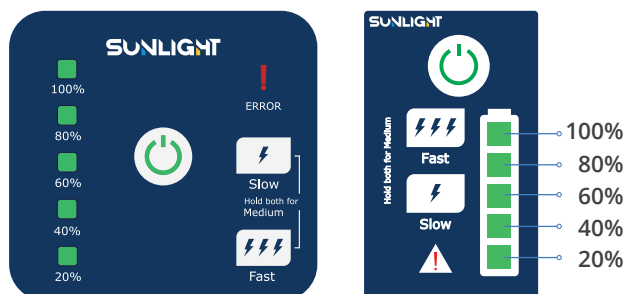

Bild 3 Stor och kompakt liten panel
- Det finns två typer av kontrollpaneler (stora och små) placerade på batteriet, med samma funktion. Kontrollpanelerna (Bild 3) har 5 gröna LED-lampor som används för att visa batteriets 5°C vid normal användning och för att informera användaren om de felmeddelanden som visas genom att blinka vissa LED-lampor på typ av fel. I avsnitt 5.3.ix visas kombinationen av de blinkande LED-lamporna i enlighet med felmeddelandets betydelse.